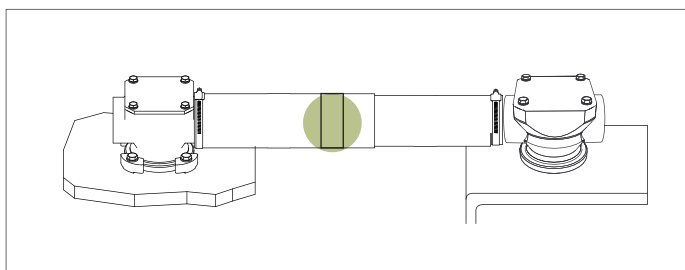

Рис. 42. Самонаклеивающиеся информационные таблички на патрубках
18. Установите самонаклеивающиеся информационные таблички на трубки примерно в середине трубок. См. рис. 42.